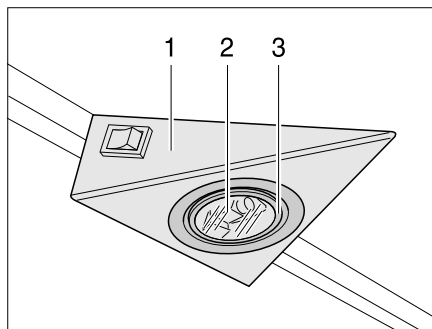
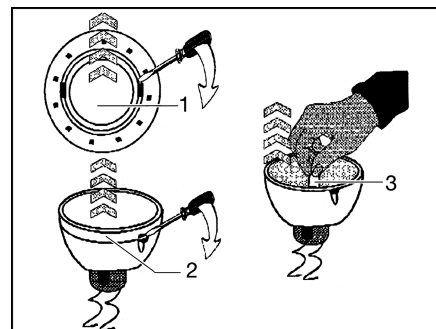

Bild 167 Halogeneinbauleuchte
Bild 168 Halogenglühlampe wechseln
Die Halogeneinbauleuchte ist in einem Gehäuse (Bild 167,1) versenkt eingebaut.
- Inneren Abdeckring (Bild 167,3 bzw. Bild 168,1) mit einem geeigneten flachen Werkzeug (z. B. Schraubendreher) vom Gehäuse lösen.
- Abdeckung mit der Glasscheibe (Bild 167,2) abnehmen.
- Halogenglühlampe (Bild 168,2) entfernen.